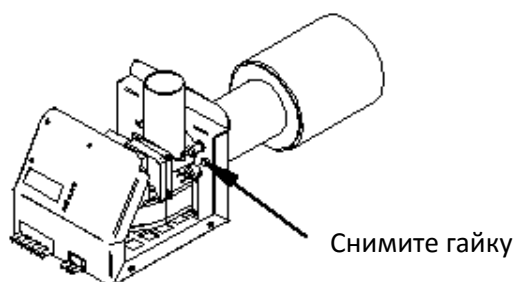

Рисунок 8
**2. Снимите камеру сгорания, ослабив гайку М6 (Рисунок 8), которая соединяет половинки горелки. Разъедините половинки горелки, потянув камеру горения и одновременно слегка поворачивая ее.**